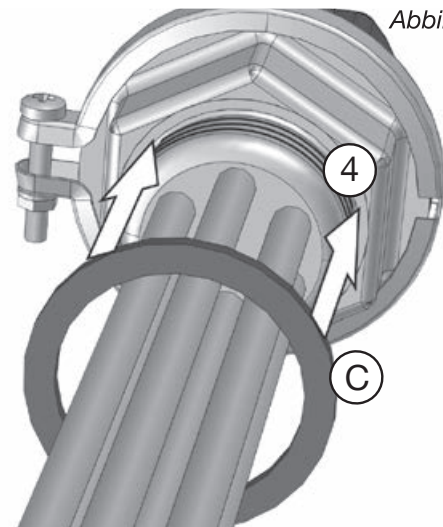

Abbildung 8
4. Schrauben Sie die Kappe der Speicher-Anschlussmuffe (B) ab.
5. Dichten Sie die Montageverlängerung (A) (Art-Nr. 1383592) in die Anschlussmuffe (B) des Speichers ein.
6. Verschrauben Sie die Montageverlängerung (A) mit der Anschlussmuffe (B) des Speichers.
7. Stülpen Sie den mitgelieferten Dichtring (C) auf das Gehäuse (4) des Heizkörpers (Abbildung 8).